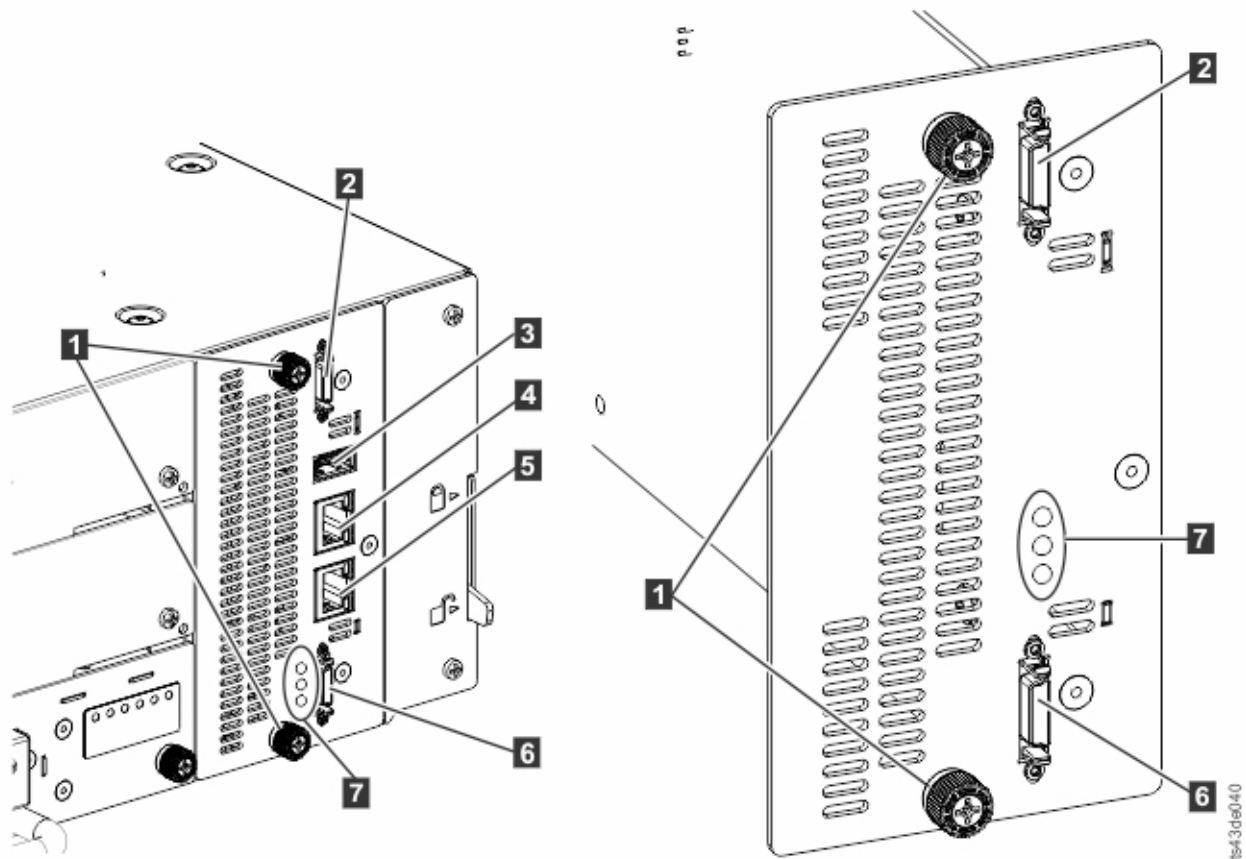

图 69. 控制器卡组件
3. 拔下以太网电缆（**4** 和 **5**）和 USB 电缆（**3**）（如果存在）。（扩展模块没有以太网或 USB 端口。请参阅第 114 页的图 69）。
4. 更换之前拔下的扩展互连电缆（**2** 和 **6**）、以太网电缆（**4** 和 **5**）以及 USB 电缆（**3**）。（扩展模块没有以太网或 USB 端口。请参阅第 114 页的图 69）。